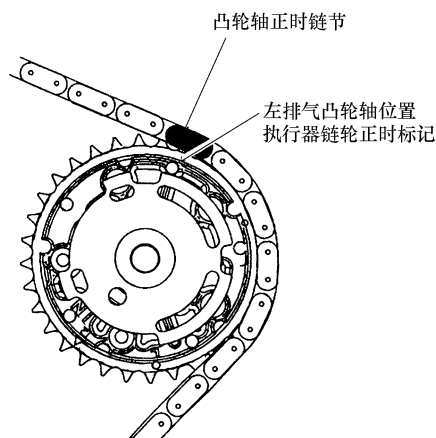

图 20-30 左排气凸轮轴位置执行器链轮上的圆形正时标记对齐正时链节
7) 使左排气凸轮轴位置执行器链轮上的圆形正时标记对准凸轮轴正时链条的正时链节, 如图 20-30 所示。